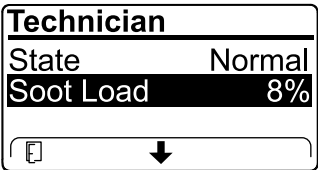

Bild 32
- Zeigen Sie die Rußlast an, die als Prozentsatz des Rußes im Dieselpartikelfilter (Bild 32) gemessen wird, siehe Tabelle für die Rußlast.